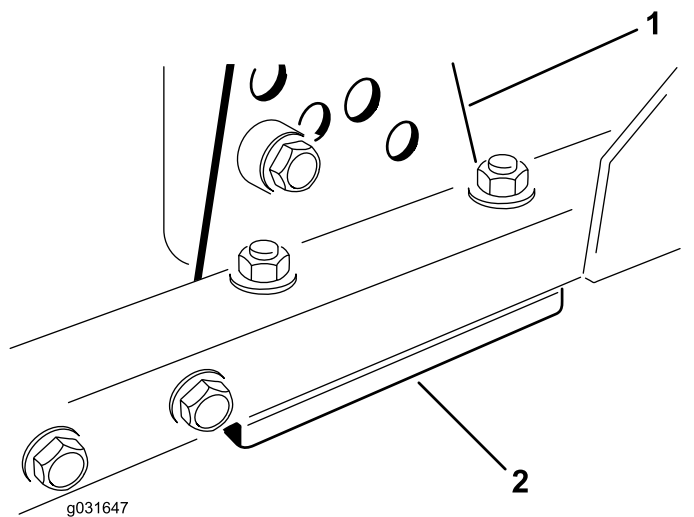

Figure 68
1. Retirez le support de hauteur de coupe (avant, gauche ou droit) du cadre du plateau de coupe (Figure 68).
2. Placez des cales de 1,5 mm et/ou une cale de 0,7 mm entre le cadre et le support du plateau pour obtenir la hauteur de coupe voulue (Figure 68).
3. Montez le support de hauteur de coupe sur le cadre du plateau en plaçant les cales restantes sous le support (Figure 68).